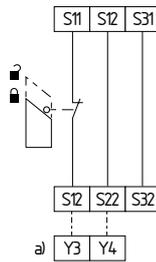

Fig. 15
**Surveillance de protecteur à 1 canal avec dispositifs d'interverrouillage selon EN 1088 ( voir Fig. 15)**